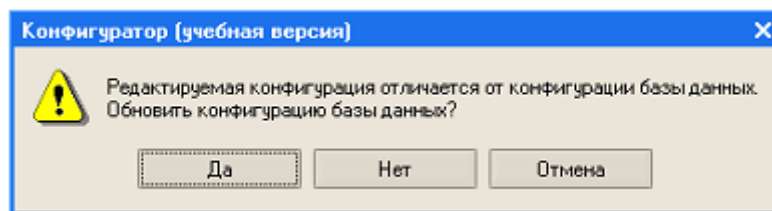

Рис. 16
- на появившийся в окне вывода вопрос: “Обновить конфигурацию базы данных?” (рис. 16) ответьте **Да**;